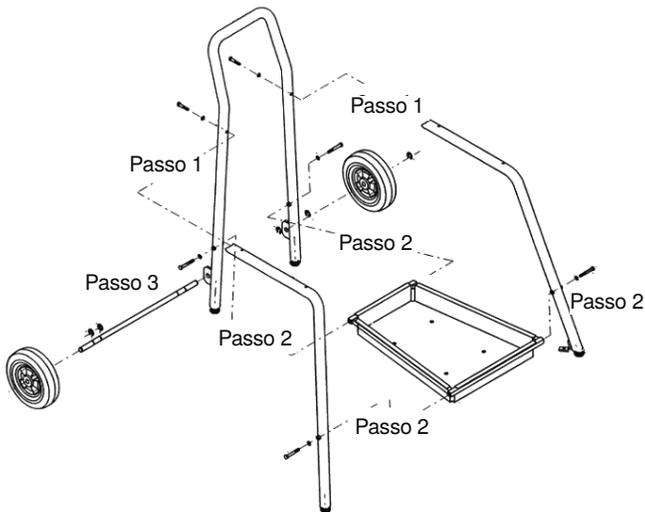

Figura 4 - Montagem do suporte
2. Fixe o conjunto do tabuleiro de ferramentas às pernas traseiras e dianteiras com os quatro (4) parafusos sextavados de $\frac{3}{8}$ " - 16 x 2¾" e anilhas de bloqueio. Não aperte os parafusos.
3. Insira o eixo nas patilhas que se estendem do conjunto de suporte/manípulo traseiro e fixe-o com quatro (4) anéis de retenção, ver figura 4.